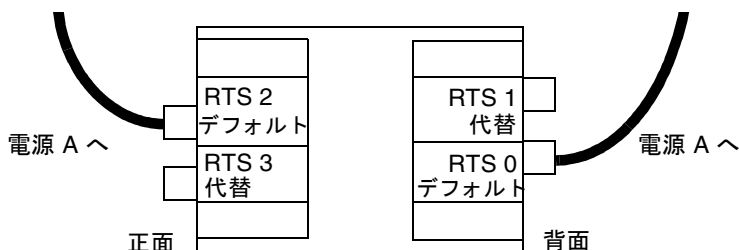

図 2-9 1 つの AC 電源
- 1 つの AC 電源を使用する構成では、システムの正面左側に 1 本、背面左側に 1 本の計 2 本のケーブルを接続します (図 2-9)。デフォルトの RTS ユニットと同じ電源を使用するコンセントに代替 RTS ユニットを接続することはできません。信頼性が損なわれることとなります。